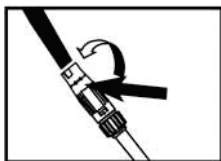

Рис.1
-Для сужения струи, удерживайте заднюю часть форсунки, затем поверните переднюю часть форсунки против часовой стрелки (**рис. 1**).